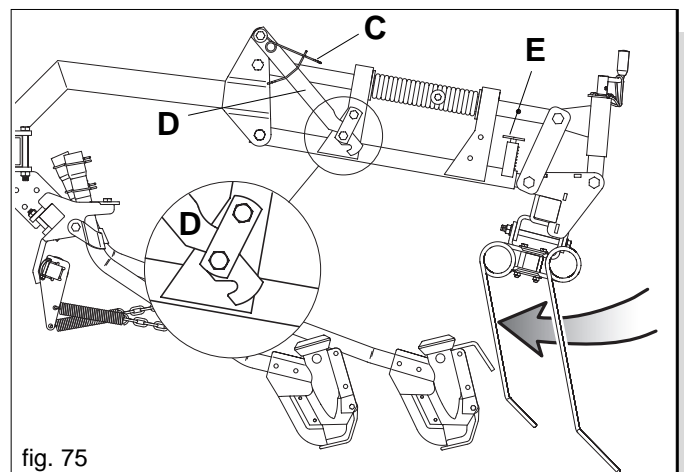

fig. 75
Für den Transport auf Strasse müssen die Zähne der Saatgutabdeckegge nach unten zeigen (Abb. 75).
- 1) Die Feder (C) in die auf Abb. 75 gezeigte Position bringen.
- 2) Die Saatgutabdeckegge heben und den Hebel einhaken (D Abb. 75).
- 3) Den Bolzen (E Abb. 75) hochheben und die Egge bis zur nächsten automatischen Kupplung des Bolzens gleiten lassen (E Abb. 75).